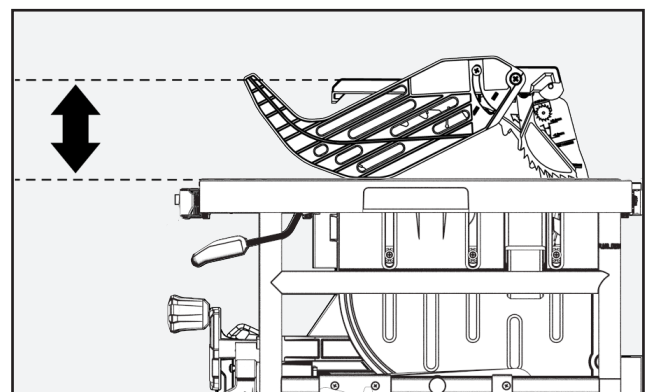

FIGURE 15
2. Faites tourner l'ensemble protège-lame vers l'avant de la scie jusqu'à ce que le bras de soutien de l'ensemble protège-lame soit parallèle à la table comme le montre la Figure 15.